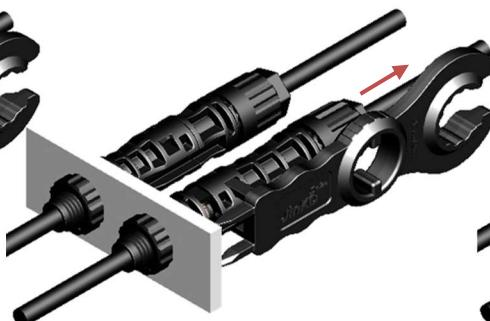

Figure 24
- ✧ 拉拔电缆连接器，即可分开公母连接器 (如图 24&25)。
Pull the cable connector by hand respectively. The connector can now be separated (Fig. 24 &25).